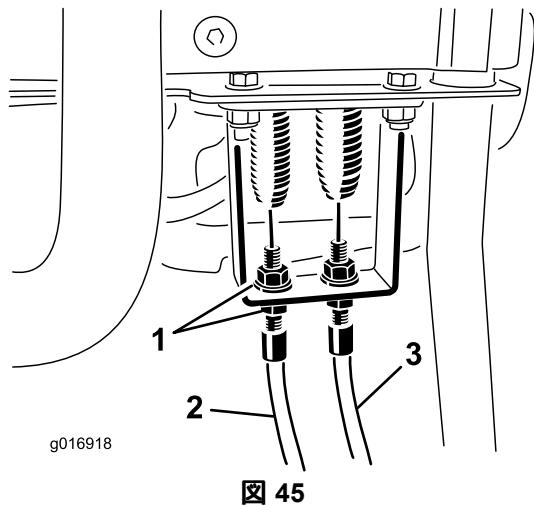

図 45
2. 走行コントロールケーブルの延長スプリング部分にたるみができていないか点検する図 45。
- 9. ケーブルの調整は、コントロールパネルのバルクヘッドのところで行い、ケーブルのジャムナットを回転させて、スプリングが伸びずくにケーブルのたるみが完全になくなるように調整する図 45。
- 3. コントロールハンドルのバルクヘッド部で、リールコントロールケーブルをゆるめてケーブルにたるみを持たせる図 45。